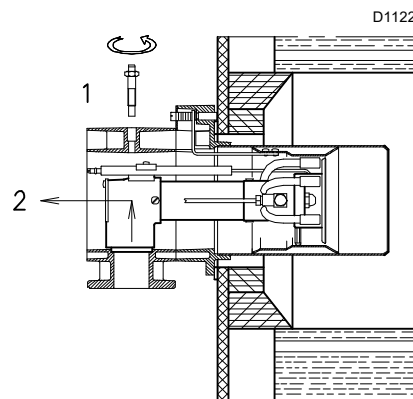

Рис. 15
- Отверните винт 1) и извлеките внутреннюю часть 2)(Рис. 15).